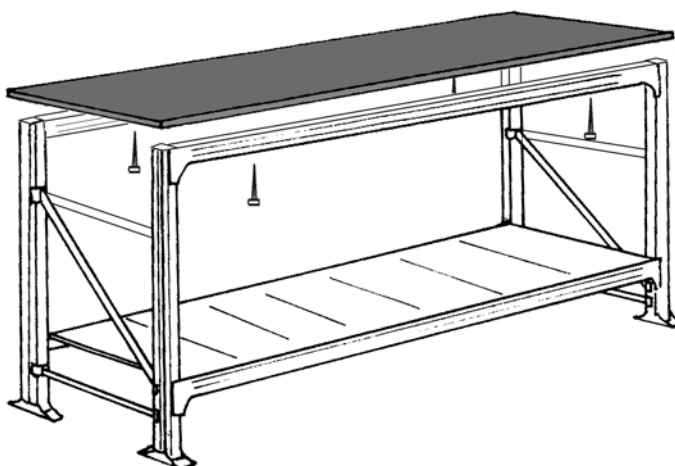

Abb.4
5. Tischplatte auflegen und ausrichten. Die Spax 5 x 90 mm durch die Löcher der Balken stecken und die Tischplatte festschrauben (Abb. 4).